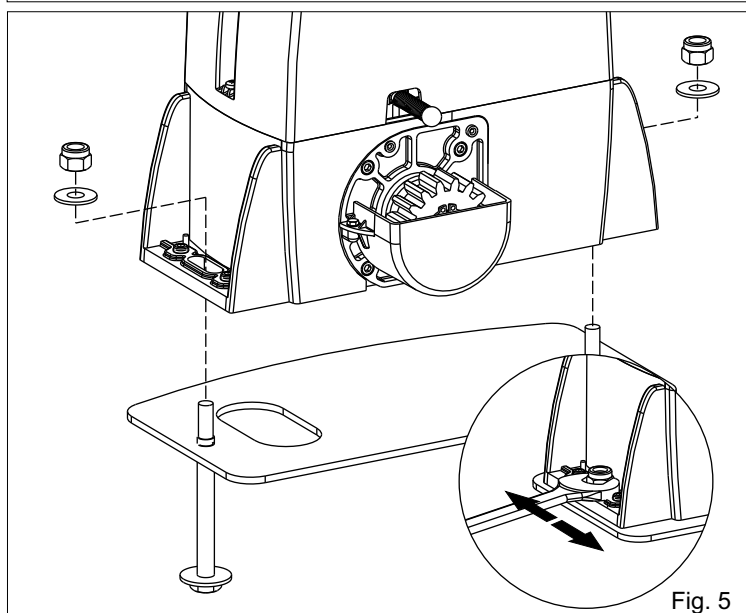

Fig. 5
4.2. Fijar el motoreductor a la placa de fundación mediante los dos dados en dotación regulando la posición lateral (Fig. 5) para respetar las medidas citadas en la figura (Fig. 2).